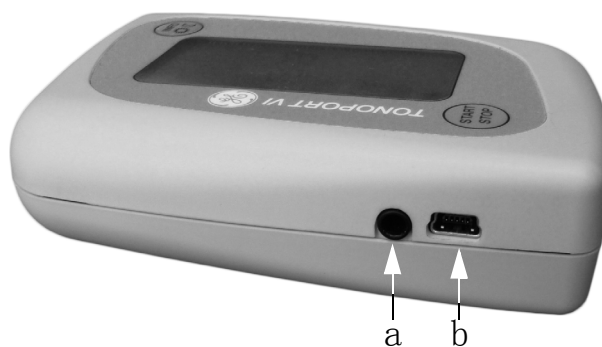

图 5-1 PC 电缆的连接
- 如果使用 TONOPORT VI 的 USB 端口（b，图 5-1），应采用 2001589-040 线
- 如果使用 TONOPORT VI 的串行端口（a，图 5-1），则采用 2001589-011 线。
**要使用 TONOPORT VI 的 USB 端口（b，图 5-1），您必须按下述步骤安装 USB 驱动程序并检查通信情况。**